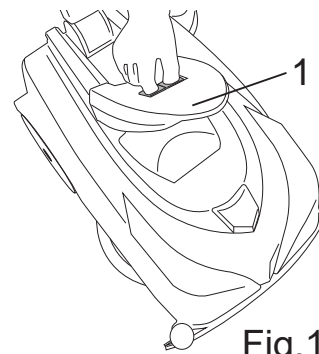

Fig.19
- Desencaixe a tampa do depósito de recolha premindo para dentro os dois fechos deslizantes (Fig.19-Ref.1).